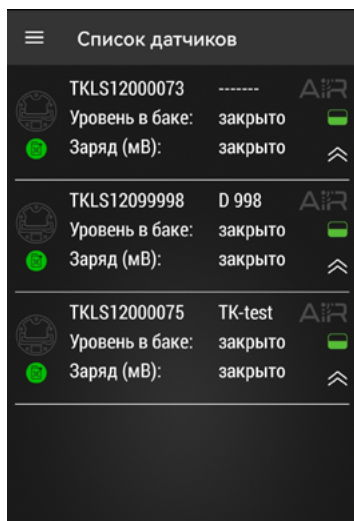

Рис.6. Найденные датчики
- Запустите приложение USP Tool. Откроется окно поиска датчиков. Если в радиусе действия Bluetooth есть ранее активированные датчики, находящиеся в режиме «Работа» или «Конфигурация», они появятся на экране устройства (**Рис.6**).